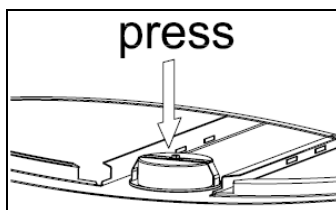

图. 12
### 灯的更换 (图. 12)
- 推出机体里的灯泡 (图. 12).